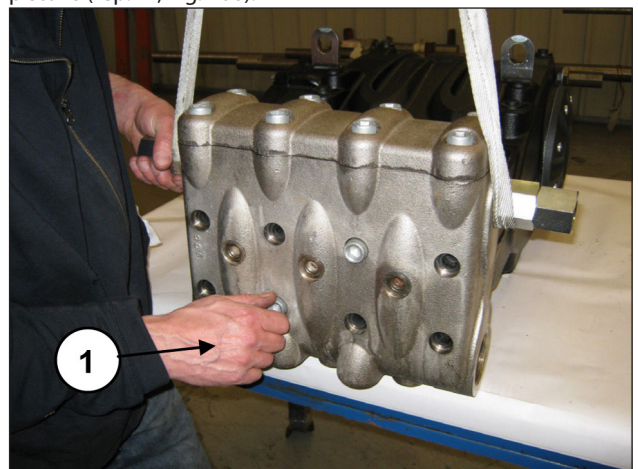
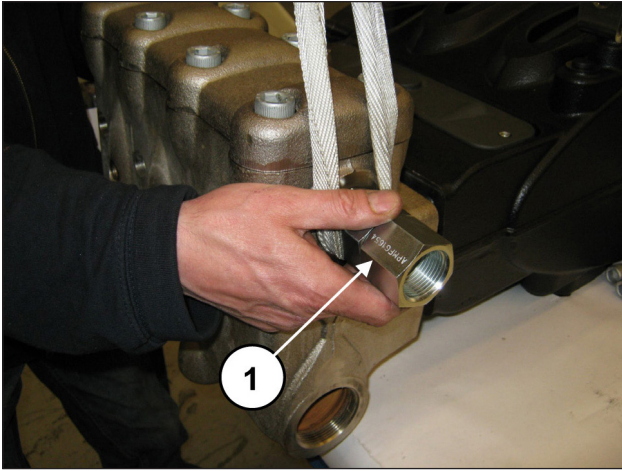

Fig. 105
Fig. 106
Il est désormais possible de déposer la tête du carter de pompe en dévissant les 8 vis M16x180 (rep. ①, Fig. 105). Durant le démontage de la tête, s'assurer de ne pas heurter les pistons (rep. ①, Fig. 106).